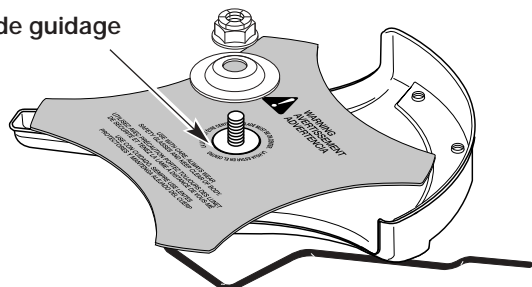

Fig. 12
- Assurez-vous que la lame de coupe est centrée sur le pas de guidage et qu'elle repose à plat contre la bague de l'arbre de sortie (Fig. 12).